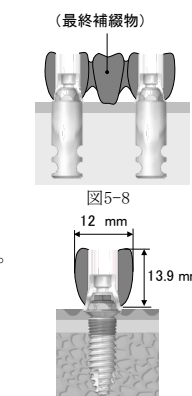
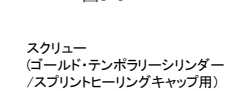

図5-8
図5-9
- (c) ゴールドシリンドラー上にワックスアップを行い、鑄接作業にて最終補綴物を作製する（図 5-8）。鑄接する合金は、歯科鑄造用金合金（JIS T 6116 タイプ 3 又は 4 相当品）、歯科鑄造用低カラット金合金（JIS T 6122 タイプ 3 又は 4 相当品）、歯科鑄造用 14 カラット金合金（JIS T 6113 第 2 種相当品）又は歯科鑄造用金銀パラジウム合金（JIS T 6106 第 2 種相当品）を用いる（但し、伸びが 5%以上の合金を用いること）。単冠で用いる場合の鑄接体は、最大高さ 13.9mm、最大直径 12mm の範囲のものとすること（図 5-9）。また鑄接体の肉厚は、0.5mm 以上確保すること。